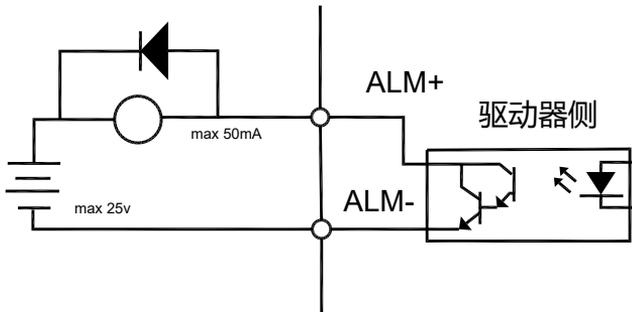

图 4- 6-2b: Type2 开关量输出接口（继电器）
- 输出为达林顿晶体管，与光耦(图4- 6-2a)或继电器(图4- 6-2b)连接；